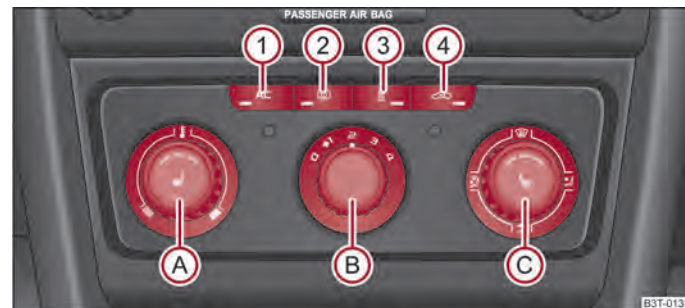

Abb. 110 Klimaanlage: Bedienungselemente
Die Kühlung arbeitet nur dann, wenn die Taste **AC** ⇒ Abb. 110 ① gedrückt ist und folgende Bedingungen erfüllt sind:
- Drehen Sie den Drehregler **A** ⇒ Abb. 110 nach rechts, um die Temperatur zu erhöhen.
- Drücken Sie die Taste **AC** ① ⇒ Abb. 110. In der Taste leuchtet die Kontrollleuchte.
- Bedienelemente A, B, C und die Taste 1 und 4 ⇒ Abb. 110.
- Drücken Sie die Taste 4 ⇒ Abb. 110, in der Taste leuchtet die Kontrollleuchte auf.
Wenn der Luftverteilungsregler C in der Position ⇒ Abb. 110 steht, wird der Umluftbetrieb automatisch ausgeschaltet. Durch wiederholtes Drücken der Taste können Sie auch in dieser Stellung den Umluftbetrieb wieder einschalten. ▶